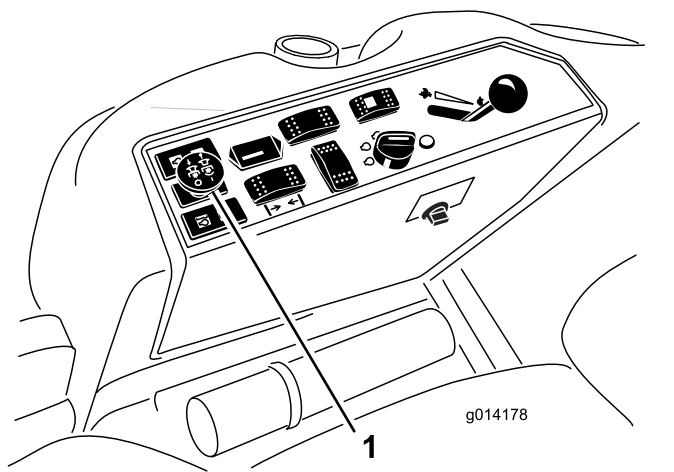

Рисунок 25
3. Чтобы включить механизм отбора мощности, потяните вверх переключатель РТО (Рисунок 25).